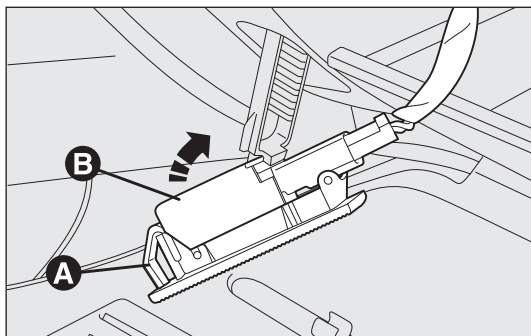

рис. 163
- ❑ выньте плафон, надавив отверткой на пружинный зажим А – рис. 163;
- ❑ установите плафон, вставив его сначала с противоположной пружинному зажиму стороне А – рис. 163.